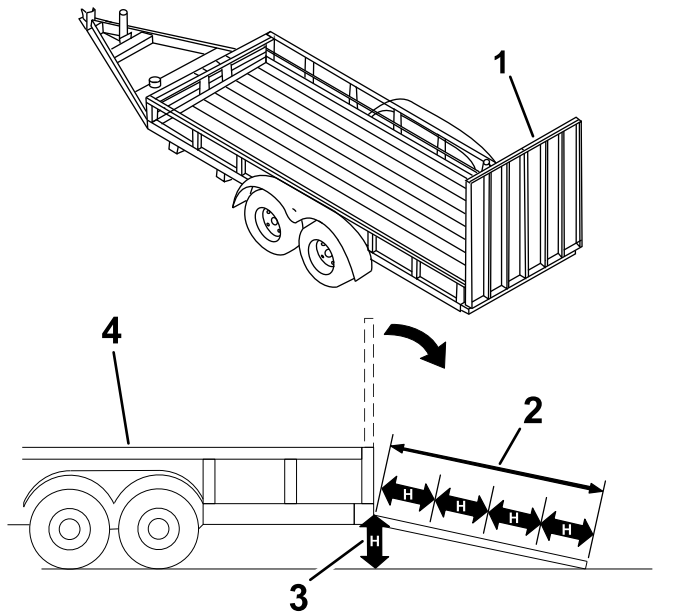

図 25
マシンをトレーラなどに搭載する作業は、機体を転倒させる危険をはらんでおり、万一そのような事故が起こると死亡事故など重大な人身事故となる図 25。
- ランプ板を下ろす図 25。